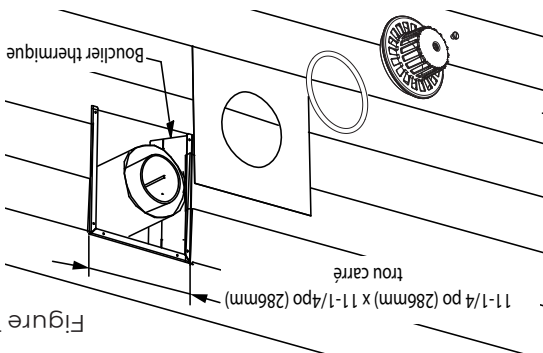

Figure 15
6. La plaque de montage extérieure (F) et l'anneau en caoutchouc silicone (C) doivent être installés entre le capuchon de ventilation (A) et le mur extérieur. Remarque: Pour plus de sécurité, la plaque de montage extérieure (F) peut être fixée à l'extérieur du mur à l'aide du matériel approprié pour le montage sur la surface du bâtiment. La plaque de montage extérieure (F) doit être positionnée au ras du mur et scellée avec un mastic non durcissant (mastic silicone). Positionnez la plaque de montage extérieure (F) de sorte que le tuyau d'admission d'air de ventilation (C) ait une légère pente descendante de 1/4 po par pied de ventilation vers l'extérieur.
7. Avant de fixer le capuchon de ventilation (A) sur le mur extérieur, passez un cordon de mastic non durcissant (cafeustrage silicone) autour de son bord extérieur, de manière à assurer l'étanchéité entre celui-ci et la plaque de montage extérieure (F) (voir figure 15).
8. Faites glisser le capuchon de ventilation (A) en position et fixez-le à l'aide de l'écrou fourni (E). Serrez l'écrou (E) jusqu'à ce que le capuchon de ventilation (A) s'appuie contre la plaque de montage extérieure (F) (voir les figures 15 et 16).
- (B) tuyau de ventilation
- (C) tuyau d'admission d'air
- (I) isolation
- (D) tige
2. Le trou à l'extérieur du mur doit être un carré de 11-1/4" (286 mm) X 11-1/4" (286 mm) (voir figure 15).
3. De l'extérieur du mur, vissez légèrement la tige (D) sur le support situé à l'intérieur de la sortie de fumée de l'appareil.
4. Enveloppez le tuyau d'admission d'air (C) avec l'isolant fourni (I) (côté feuille vers l'extérieur) et placez la bande de ruban fournie (H) le long de la couture pour le fixer.
5. Faites glisser le plus petit tuyau d'évent (B) (de l'extérieur de votre maison) à travers le trou dans le mur et fixez-le à l'appareil de chauffage monté à l'intérieur de votre maison. Assurez-vous que le